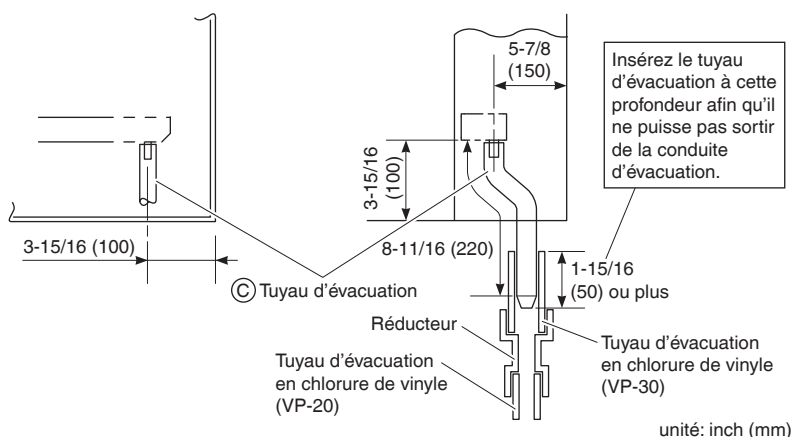

Fig. 1
- Effectuez la vidange de la tuyauterie comme indiqué dans la figure. (Voir Fig. 1)